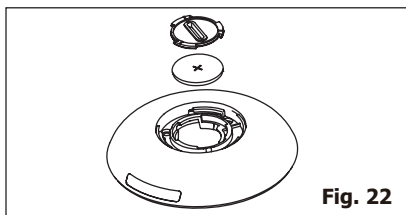

Fig. 22
3. Procédez de la même manière pour ouvrir le couvercle de protection intérieur et retirez la pile (Fig.22).